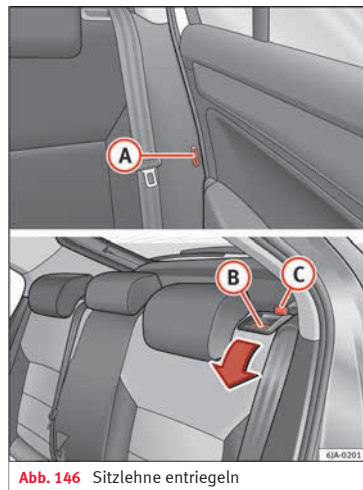

Abb. 146 Sitzlehne entriegeln
- Führen Sie die Schlosslange des Sicherheitsgurts in die Öffnung **(A)** » **Abb. 146** auf der jeweiligen Fahrzeugseite ein – Sicherheitsposition.